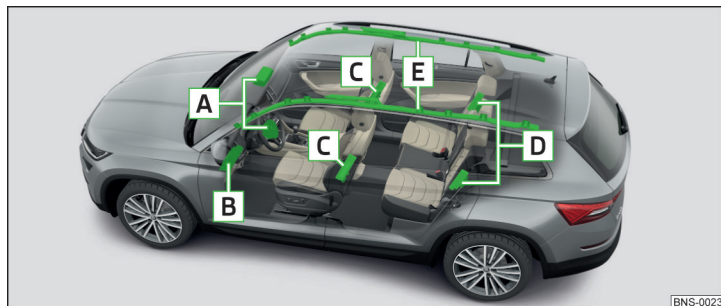

Fig. 21 Lugares de montaje de los airbags
**Lugares de montaje de los airbags » fig. 21**